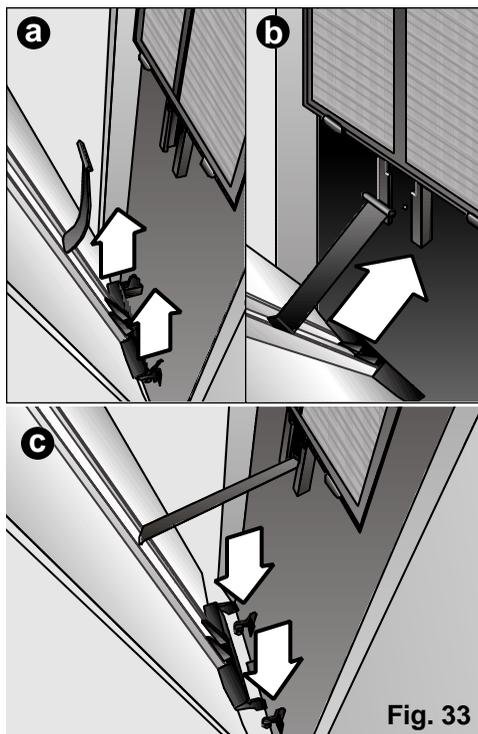

Fig. 33
- 1° Til de deur op totdat u hem losmaakt van de steunen aan de onderkant, (Fig. 33: a).
- 2° Plaats de plastic clip in de gleuf aan de voorkant van het apparaat (in de vorm van een T) en laat deze naar beneden glijden tot aan de veiligheidslimiet, (Fig. 33: b).
- 3° Plaats de veertjes die zich aan de onderkant van de deur bevinden in de daarvoor bestemde opening aan de voorkant van het apparaat, doe dat voorzichtig om te voorkomen dat de plastic clip die u al op zijn plaats gezet heeft weer los laat, (Fig. 33: c).